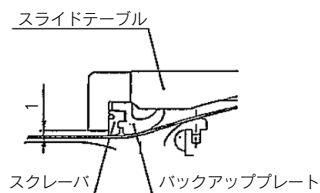

図3
- ^{注2)}エンドカバー Ass'y下部とシリンダチューブ上面とのクリアランスが1mm程度になる様に、エンドカバーを調整し固定します。反対側も同様に固定します。(図3)